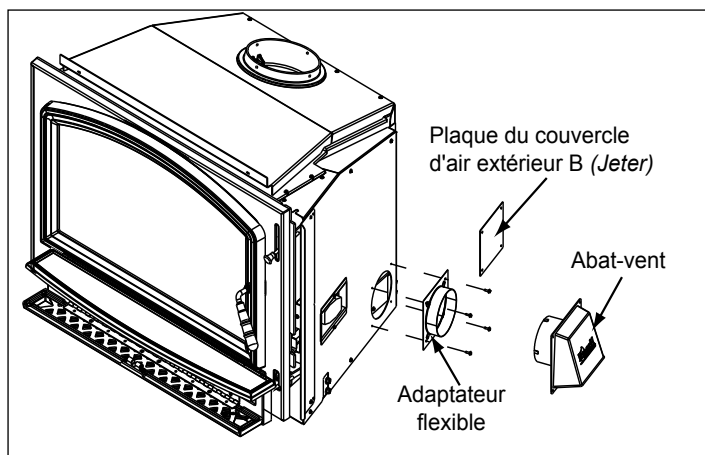

Figure 18.2
5. Retirez la plaque B du couvercle de l'air extérieur sur la boîte extérieure et jetez-la. **Figure 18.2.**